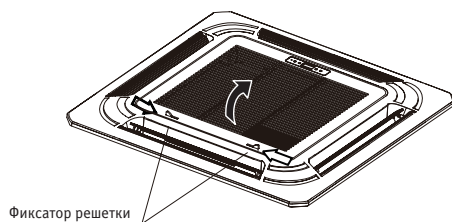

Рис. 5.12
- 1) Одновременно нажмите два фиксатора решетки внутрь в направлении, указанном стрелками, и поднимите решетку (см. рис. 5.12).